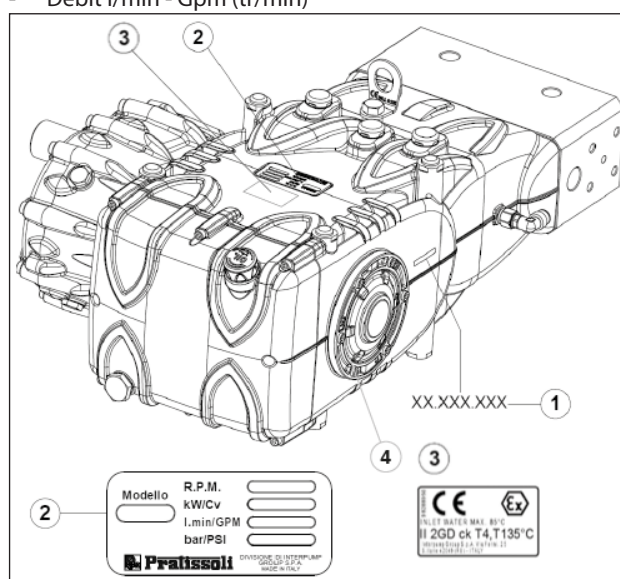

Fig. 1
Chaque pompe dispose d'une plaquette signalétique, voir rep. ① Fig. 1 contenant :